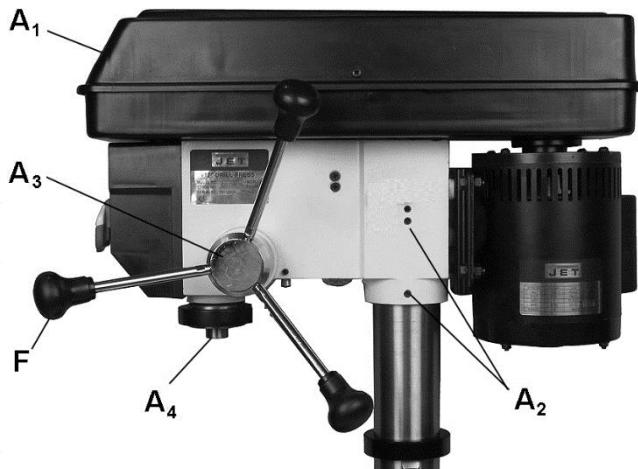

Рис. 7
1. Воспользовавшись помощью, осторожно наденьте сверлильную бабку на колонну (Рис. 7).
3. Плотно затяните два установочных винта (A₂, Рис. 7) с помощью 5 мм гаечного ключа.
См. Рис. 7 и 8:
Установите оставшуюся рукоятку (F, Рис. 7) на регулятор частоты вращения с противоположной стороны сверлильной бабки.
1. Отрегулируйте положение стола так, чтобы он располагался примерно на 180 мм ниже шпинделя (A4, Рис. 7) и зафиксируйте его.